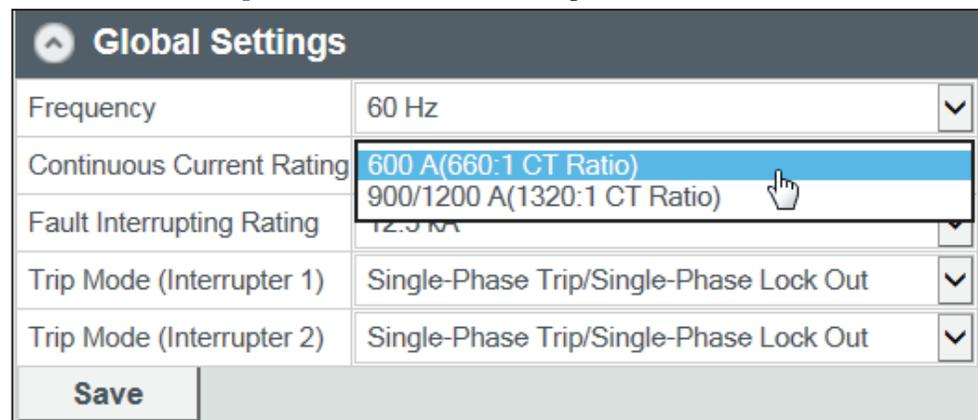

Figura 27. Seleccione la corriente continua del menú de Configuraciones Globales.
PASO 1. En menú de **Global Settings** seleccione los ajustes de corriente continua para que coincida la capacidad de corriente continua de la lista con la placa de datos del interruptor de distribución. Vea la Figura 27.